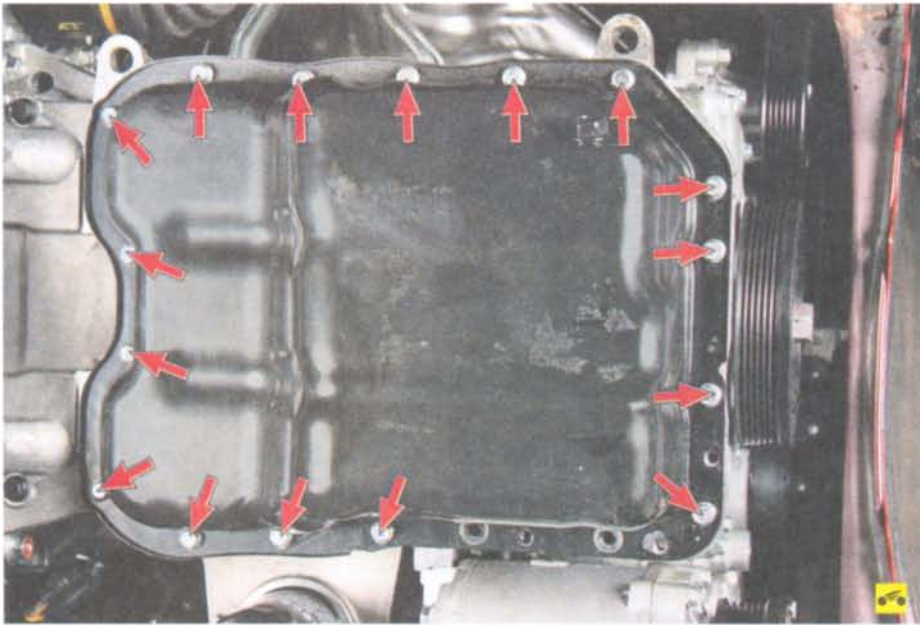

Рис. 5.12. Расположение болтов крепления масляного картера
5. ...шестнадцать болтов М6 (рис. 5.12)...